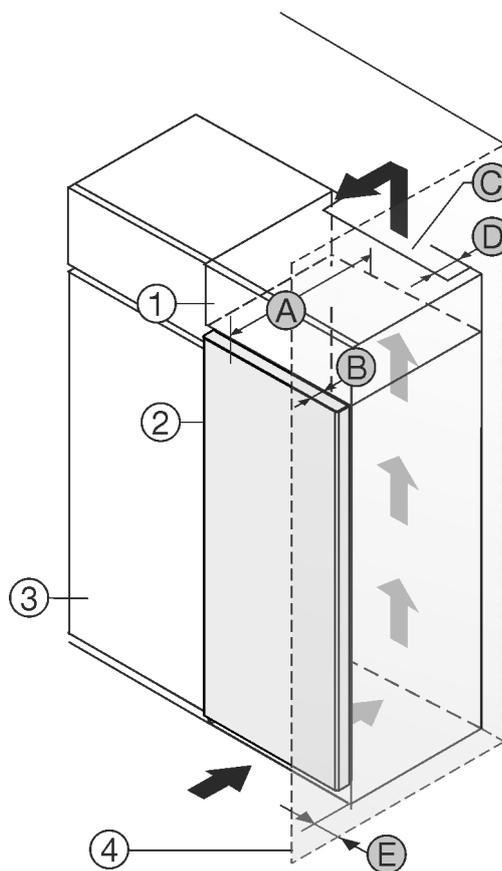

Fig. 1
Можете да поставите уреда непосредствено до кухненския шкаф Fig. 1 (3)*.
От задната страна на шкафа-пристройка трябва да има вентилационен отвор с дълбочина Fig. 1 (D) по цялата ширина на шкафа-пристройка*.
Под тавана на помещението трябва да е спазено сечението за вентилация Fig. 1 (C)*.
Когато уредът се поставя с пантите до стена Fig. 1 (4), разстоянието между уреда и стената трябва да е поне 13 mm.*
За да можете да отворите вратата изцяло, уредът трябва да е издаден с дълбочината на вратата Fig. 1 (B) спрямо челото на кухненския шкаф. В зависимост от дълбочината на кухненските шкафове Fig. 1 (3) и използването на детайли за отстояние от стената, уредът може да излезе още по-напред.*